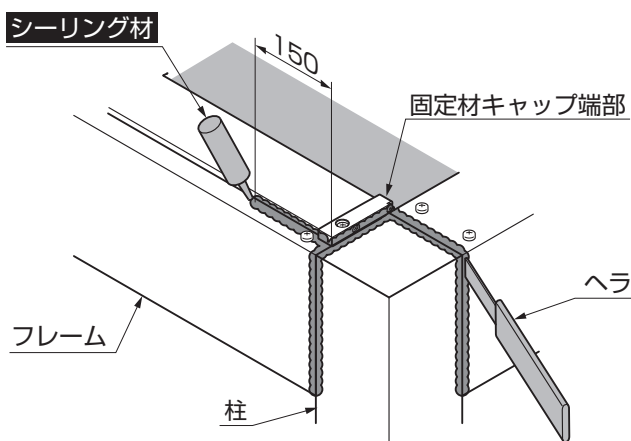

図10-3 A部詳細図
- ① A部柱、フレーム、固定材キャップ端部の接合部へシーリング処理をしてください。（図10-3参照）